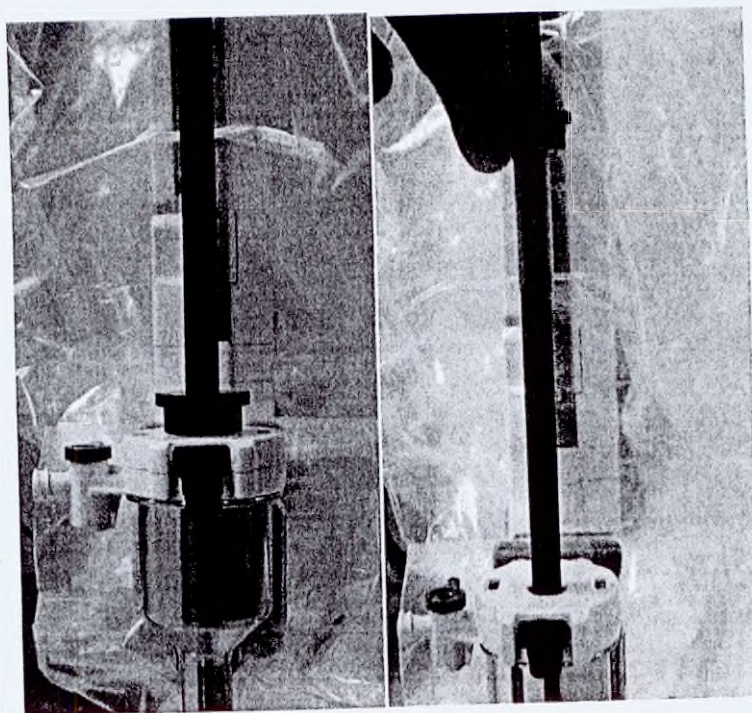

Рисунок 8 - Продвижение интродьюсера инструмента вверх
5. После того, как инструмент будет соединен с манипулятором инструмента, продвиньте интродьюсер вверх по ручке инструмента от уплотнения канюли (Рисунок 8).